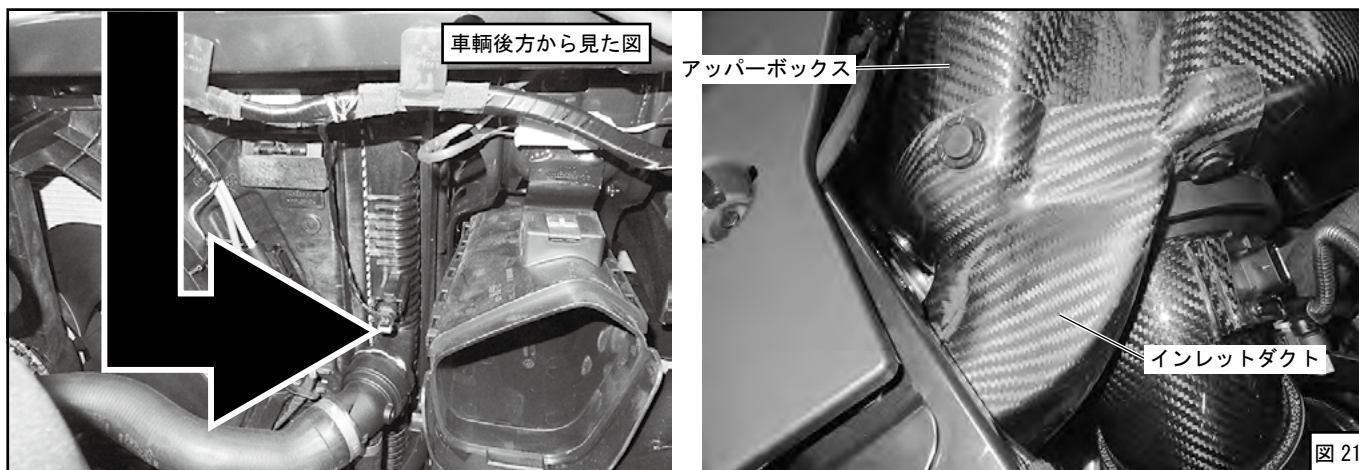

図21
(19) インレットダクトを図21のように取付け部に移動し、クリップ3個でアッパーボックスに固定してください。(図21)